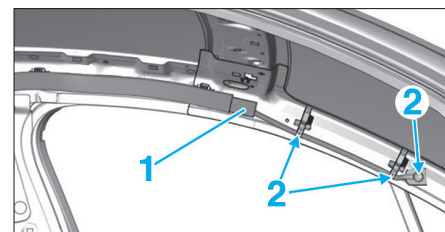
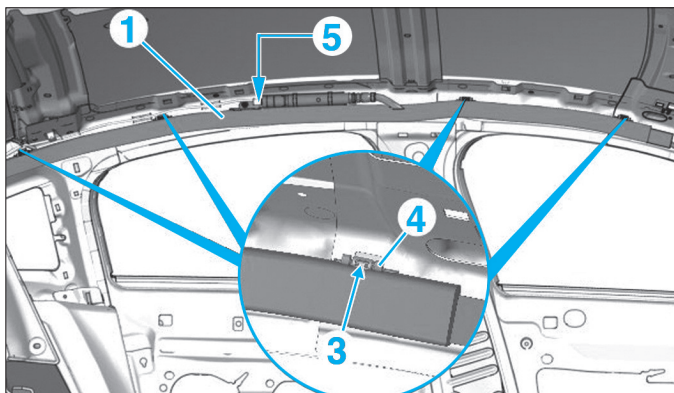

Fig. 17
Fig. 18
- Dégrafer le module d'airbag (1) des fixations en (2) (Fig.17).
- Dégager le module d'airbag (1).
- Appuyer en (3) à l'aide d'un tournevis plat et fin (Fig.18).
- Dégager les fixations (4) du module d'airbag.
- Débrancher le connecteur (5).